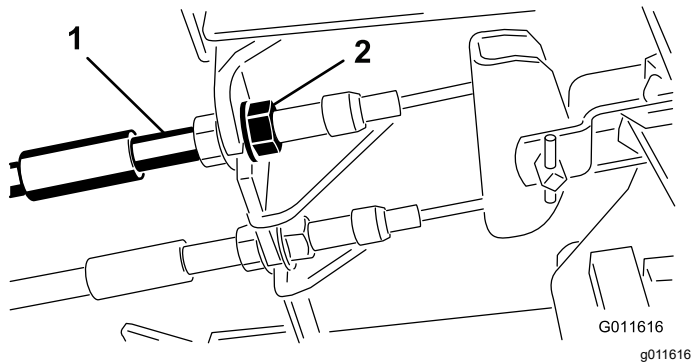

Figure 97
1. Pour réduire la garde aux pédales de frein, serrez les freins en desserrant l'écrou avant sur l'extrémité fileté du câble de frein (Figure 97).